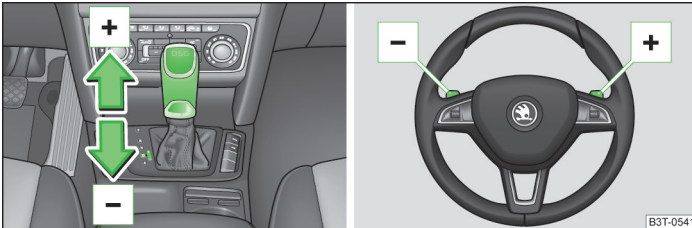

Abb. 129 Wählhebel und Multifunktionslenkrad
- Den Wählhebel nach vorn » Abb. 129 tippen.
- Die rechte Schaltwippe » Abb. 129 kurz zum Lenkrad ziehen.
- Den Wählhebel nach hinten » Abb. 129 tippen.
- Die linke Schaltwippe » Abb. 129 kurz zum Lenkrad ziehen.
➤ Eine der Schaltwippen für länger als 1 Sekunde zum Lenkrad » Abb. 129 ziehen.